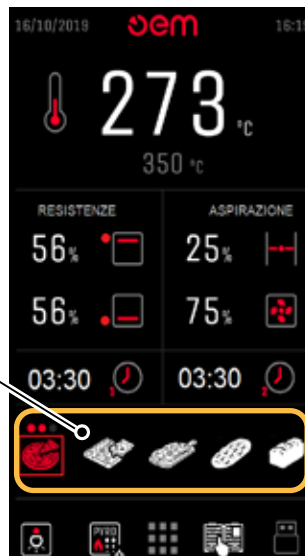

ABB. 5c
- Drücken Sie auf ein beliebiges Programm, um die Speicherseite aufzurufen (1) – Abb. 5c.